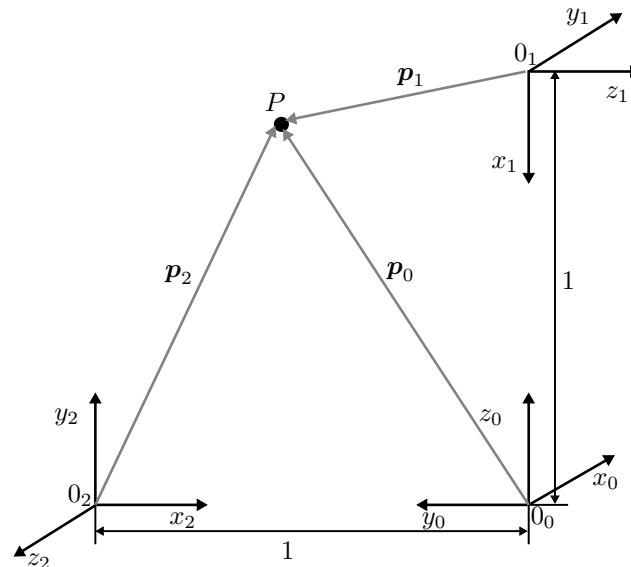

Abb. 2: Kombiniert translatorische und rotatorische Bewegung.
- a) Es wird die in Abbildung 2 dargestellte kombinierte translatorische und rotatorische Bewegung mit den drei Koordinatensystemen  $(0_0x_0y_0z_0)$ ,  $(0_1x_1y_1z_1)$  und  $(0_2x_2y_2z_2)$  betrachtet. Geben Sie die zugehörigen homogenen Transformationen  $H_0^1$ ,  $H_1^2$  und  $H_0^2$  an. | 3 P